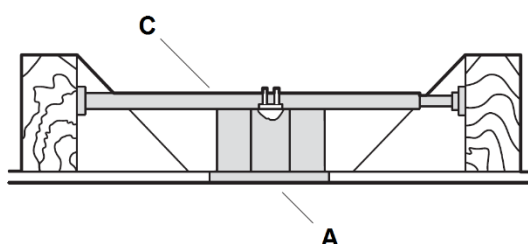

Fig. 5
Para colgar el ventilador donde ya existe una luminaria pero no hay una viga de techo, es posible que necesite instalar una barra de colgado (C) como se ilustra en la **Fig. 5**. Asegúrese de que la barra de colgado que compra se ha diseñado para utilizarse con ventiladores de techo.